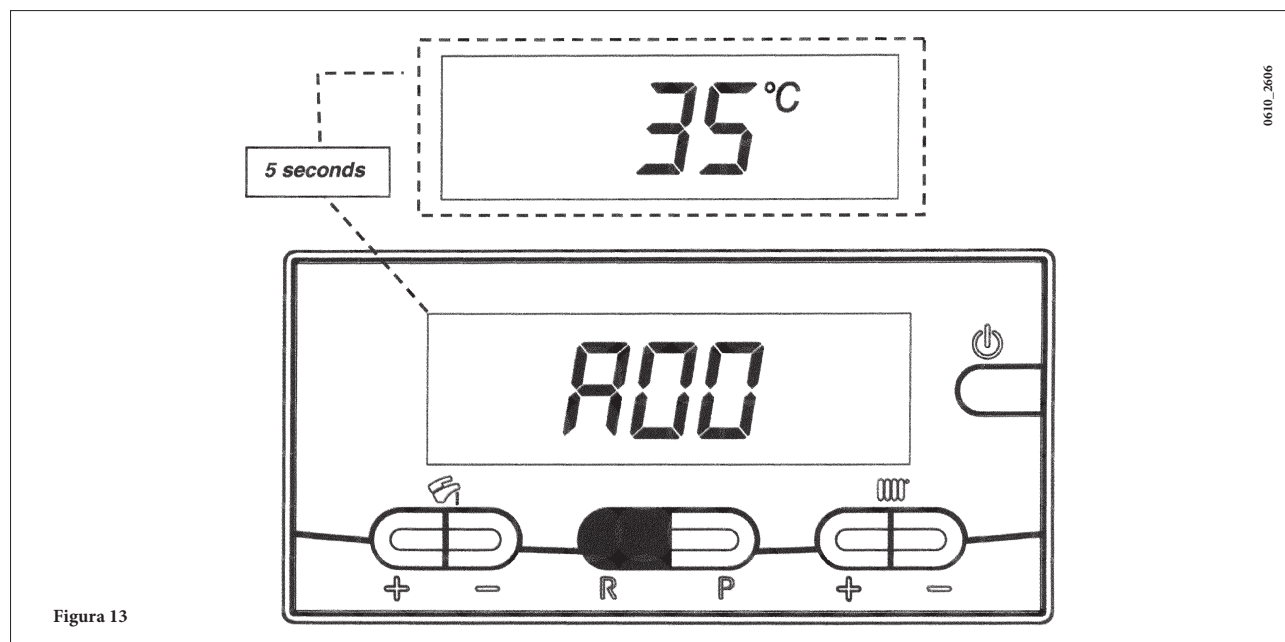

Figura 13
- Apăsați pe butonul **R**, timp de cel puțin 10 secunde, până când pe afișaj apare "A00" (... "A07") care alternează cu valoarea corespunzătoare (de ex. figura 13);